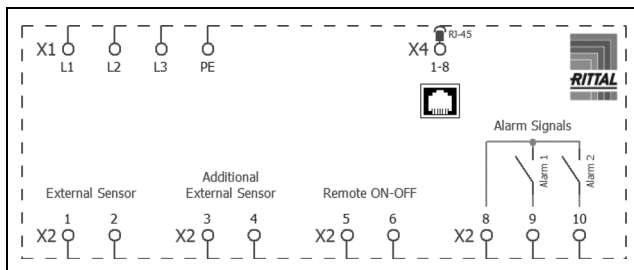

Fig. 29: Schema elettrico
- Prendere il connettore di rete fornito in dotazione e realizzare il collegamento in base al relativo schema elettrico (fig. 29).